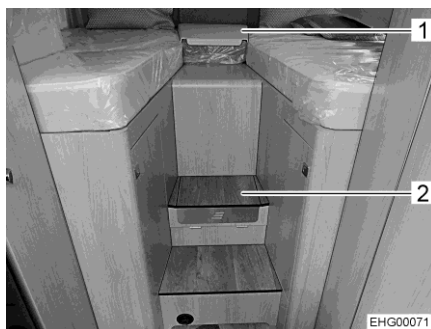

Bild 104 Korta hyllan
- Ta bort den korta hyllan (Bild 104,1).
- Öppna lucka (Bild 106,1 och Bild 104,2).